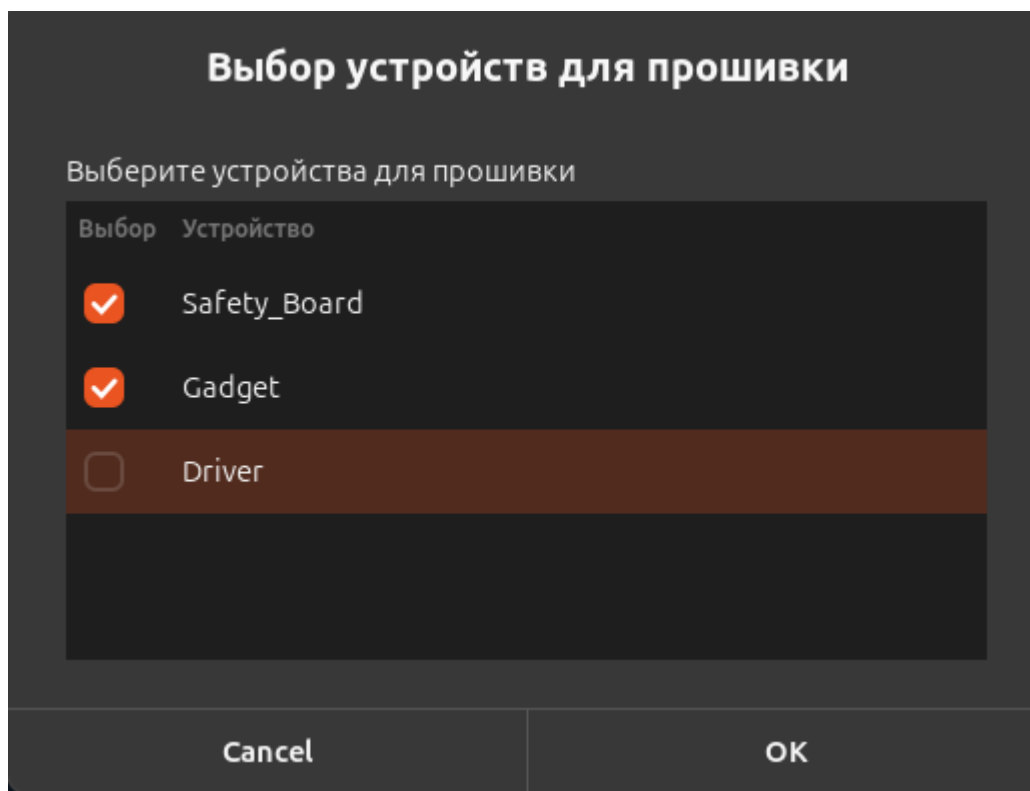

Рисунок II-71 – Диалоговое окно для выбора устройства для прошивки
- 1) Выберите «Обновление прошивки» и нажмите «ОК». Отобразится диалоговое окно для выбора устройства для прошивки (см. Рисунок II-71).